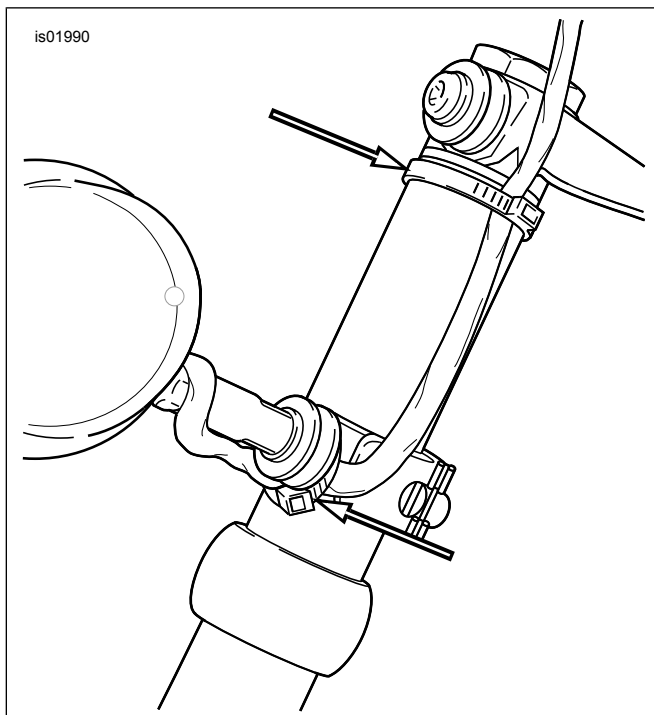

Figure 4. Acheminement des serre-câbles et du fil de feu de direction
12. Voir Figure 4. Retirer le pare-brise en saisissant les bords de ce dernier parallèlement à l'équerre de réglage centrale et en tirant fermement le pare-brise des rainures de la bague supérieure. Soulever le pare-brise des bagues inférieures. Une fois que le pare-brise est enlevé, et à l'aide des attaches de câble du kit, bien acheminer les fils du feu de direction. Une fois que les fils sont fixés, vérifier le jeu de câblage du feu de direction à la fin du montage du pare-brise.